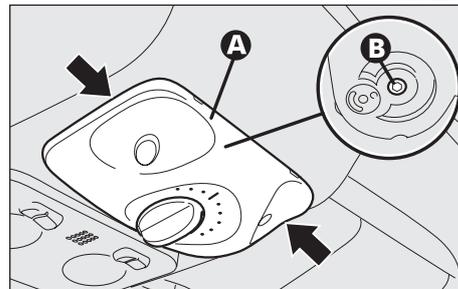

fig. 125
- facendo leva nei punti indicati dalle frecce rimuovere la mostrina (**A-fig. 125**);